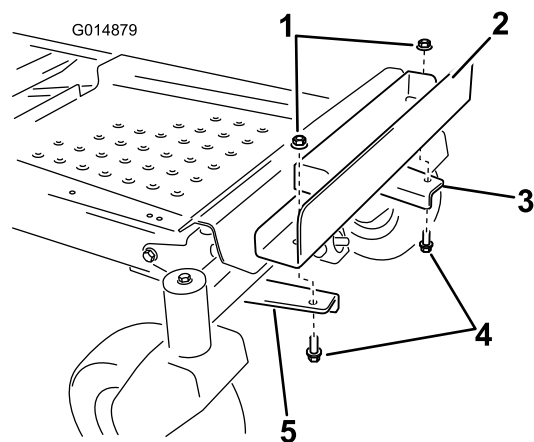

Figura 8
6. Instale el soporte de los pesos en los soportes de montaje alineando los taladros exteriores del soporte con los soportes de montaje instalados anteriormente (Figura 8).
7. Sujete el soporte de los pesos con 2 pernos ($\frac{3}{8}$ " \times 1") y 2 contratuercas ($\frac{3}{8}$ ") (Figura 8).